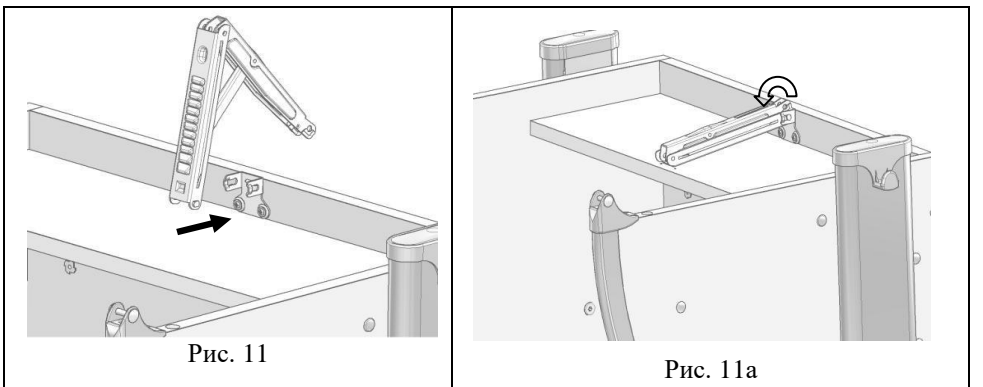

Рис. 11
5.4.2 Фиксатор столешницы Multiflex (поз. 1, пакет № 9а) нижней частью ввести в кронштейн нижний, см. рис.11, 11а.
Рис. 11а